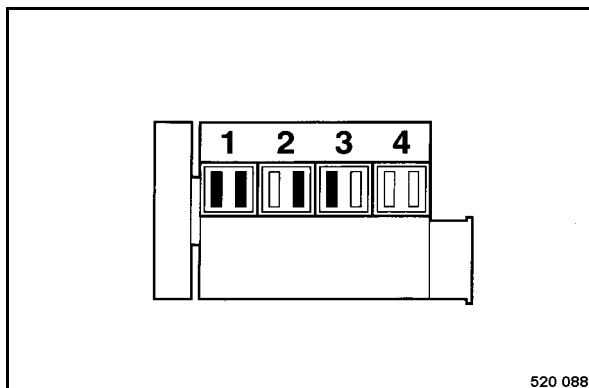

Fig. 167
- A l'aide du démarreur, virer le moteur jusqu'à ce que les deux soupapes du cylindre 4 (Fig. 167) se "recoupent" (tour complet du vilebrequin, 360°).
Les soupapes repérées en noir (Fig. 167) peuvent être contrôlées et réglées.